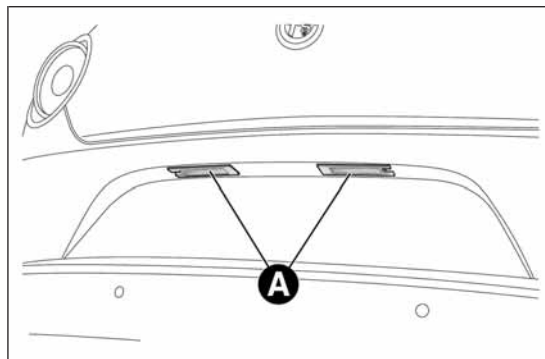

fig. 140
- rimuovi i gruppi luce targa A fig. 140;